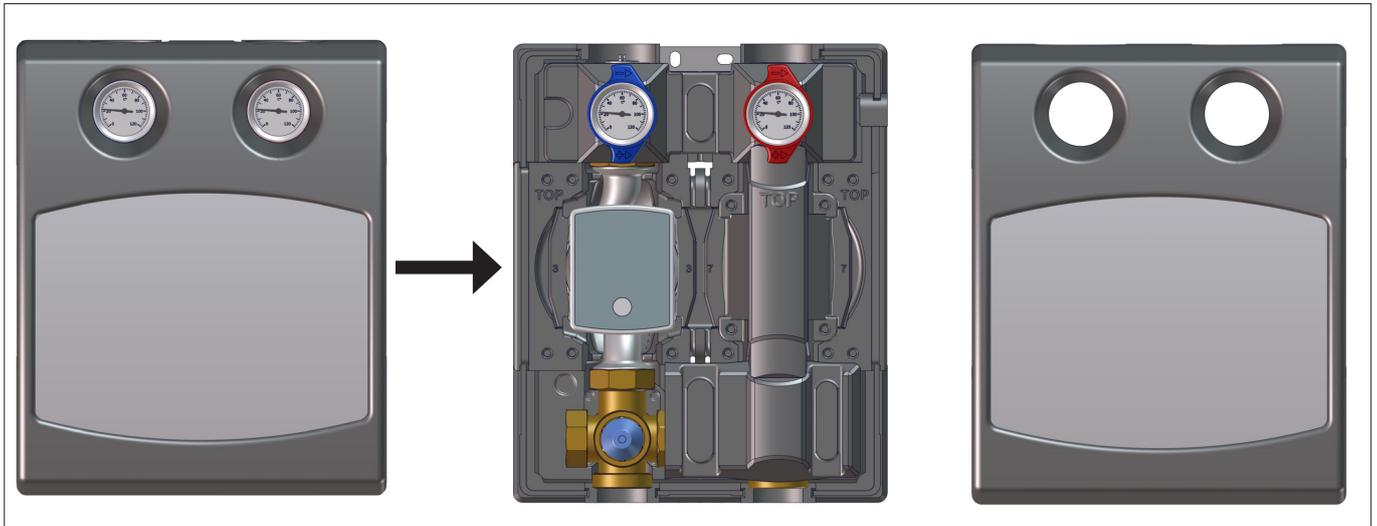

Abb. 4: Vordere Isolierschale demontieren
- Demontieren Sie die vordere Verkleidung der Kesselladestation (siehe Abb. 4 auf Seite 10).